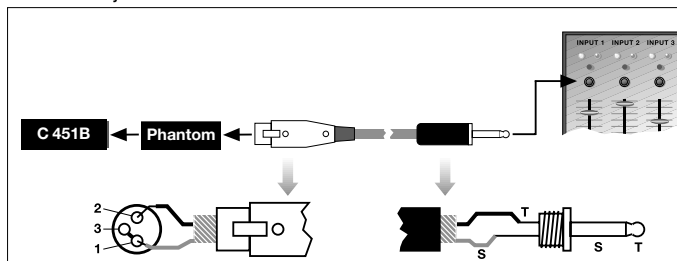

Fig. 2 : Connexion sur une entrée asymétrique
1. Pontez les contacts 1 et 3 de la fiche XLR et reliez-les au blindage du câble. Voir Fig. 2.